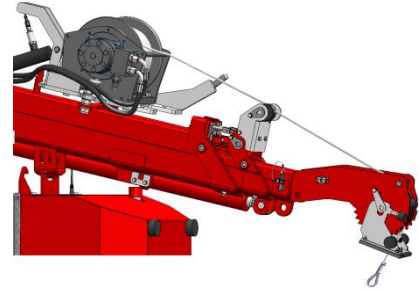

Abbildung 40
- Bringen Sie das Windenseil über den Windenseilscheiben des Auslegers an, wie in den Abbildungen dargestellt. Kontrollieren Sie, ob das Windenseil richtig über die Windscheiben geführt wird (siehe Abbildung 40).